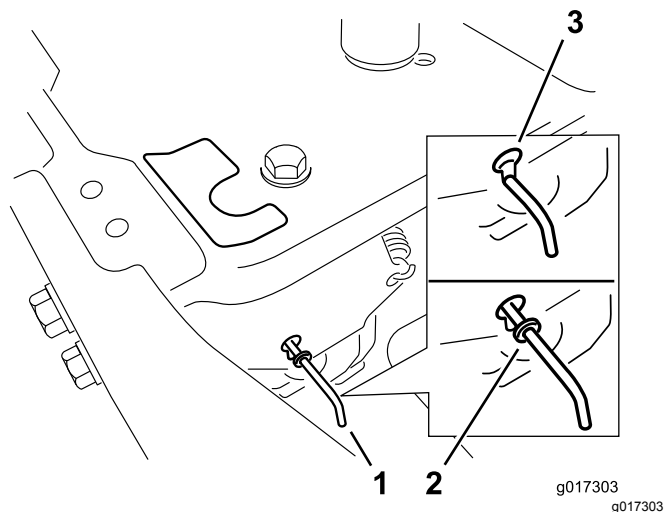

Figura 31
4. Mova as alavancas de derivação para frente através do orifício da chave e para baixo para as bloquear no lugar (Figura 31).
Mova as alavancas de derivação para trás através do orifício da chave e para baixo para as bloquear no lugar, como se mostra na Figura 31.